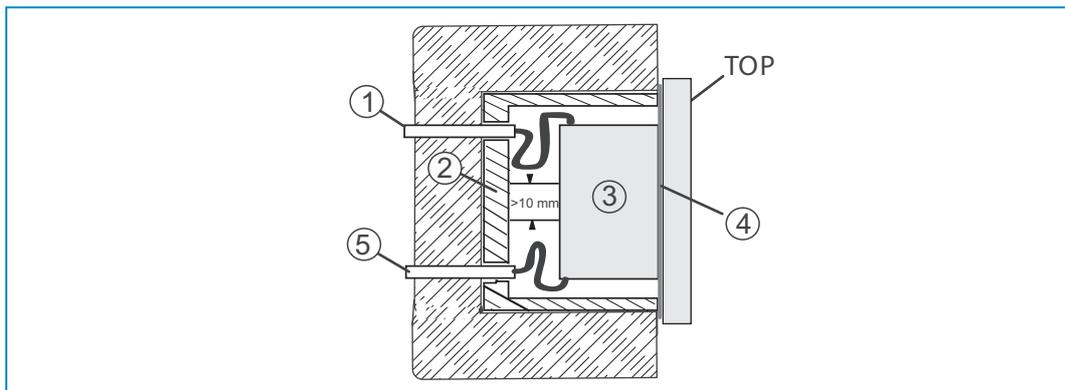

Fig. 6 : circuits électriques TBTS
- » Lors du montage, veiller à une séparation physique (> 10 mm) des circuits électriques TBTS des autres circuits électriques (voir Fig. 6).